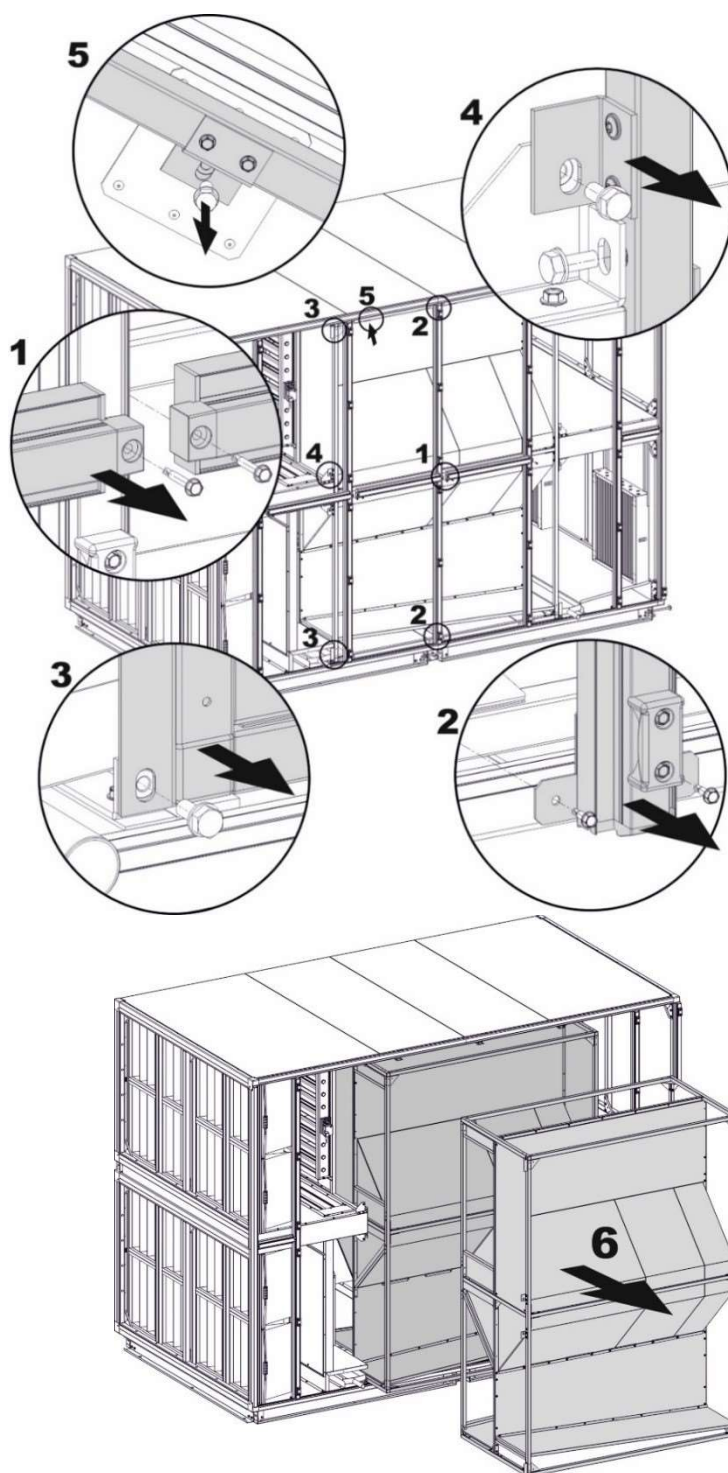

Рис.23. Демонтаж гексагональных теплообменников с агрегатов типоразмера VVS 75-650
1. Открутите винты, удерживающие горизонтальные накладки (поз.1, Рис.23), и снимите их;
2. Открутите винты, фиксирующие средние стойки сверху и снизу (поз.2, Рис.23) и снимите их;
3. Открутите болты, фиксирующие кожух теплообменника. Болты располагаются сверху и снизу (поз.3, Рис.23) и центральной части секции (поз.4, Рис.23). В агрегатах типоразмеров VVS 75-230 имеется дополнительное потолочное крепление (поз. 5, Рис.23);
4. Снимите кожух теплообменника с АНУ (поз. 6, Рис.23).